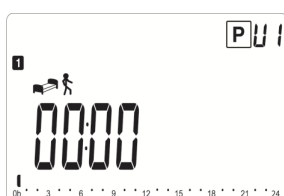

Fig. 16
- 4) appuyer pendant 1 seconde sur la touche (OK)
- 5) appuyer sur (OK) pour valider le choix ; la page écran s'affichera sur la Fig. 16.